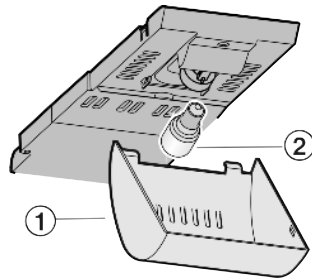

Fig. 14
- ▶ Saisir le recouvrement Fig. 14 (1) devant et le faire déclipeter derrière.
- ▶ Remplacer l'ampoule Fig. 14 (2).
- ▶ Remettre en place le recouvrement Fig. 14 (1).